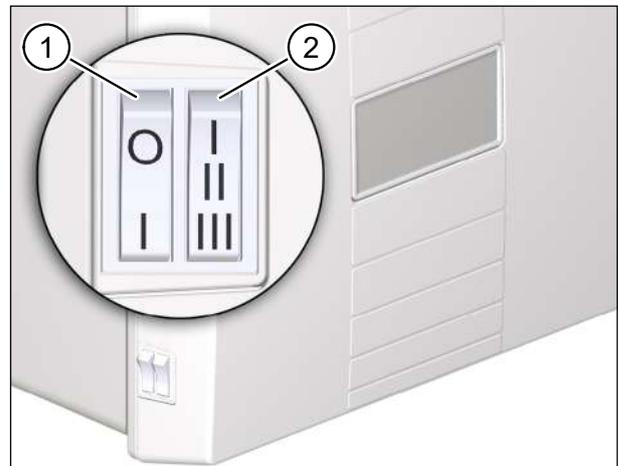
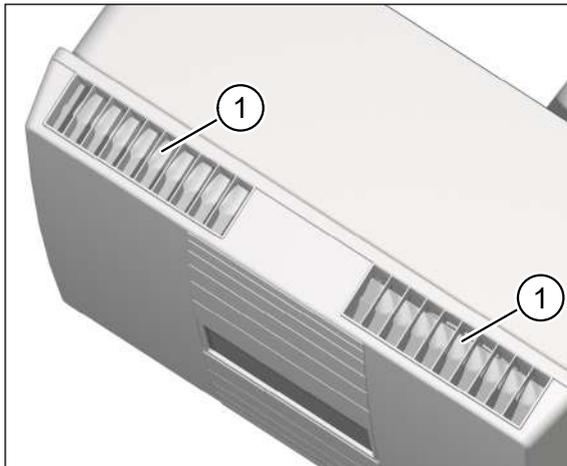
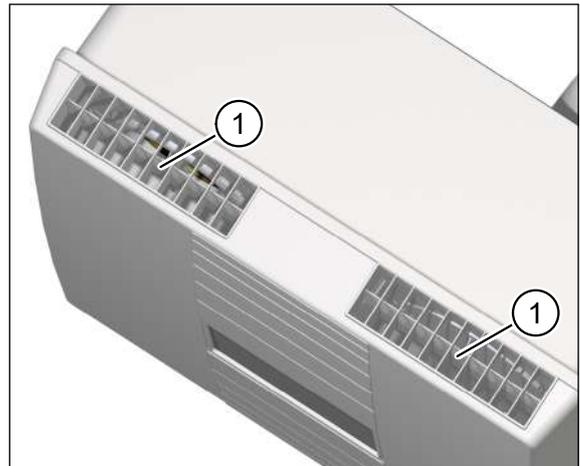

Abb. 10: Bedienungselemente am Lüftungsgerät
Abb. 11: Luftklappen geschlossen
Abb. 12: Luftklappen geöffnet
- ▶ Überprüfen Sie, dass die Öffnungen für Abluft und Zuluft (siehe Abb. 11 und Abb. 12) frei sind.
- ▶ Schalten Sie das Lüftungsgerät am Netzschalter (Pos. 1 in Abb. 10 auf Seite 20) ein.
- ▶ Überprüfen Sie die Stellung der Luftklappen (siehe Abb. 11 und Abb. 12) an der Abluft- und Zuluftöffnung.
- Ist das Lüftungsgerät ausgeschaltet oder stromlos, sind beide Luftklappen geschlossen (siehe Pos. 1 in Abb. 11).
- Beim Einschalten öffnen sich beide Luftklappen (siehe Pos. 1 in Abb. 12).
Mit dem Stufenschalter (Pos. 2 in Abb. 10 auf Seite 20) lassen sich vier verschiedene Lüftungsstufen/-programme (siehe Kapitel 10 auf Seite 23) einstellen, wobei die maximale Lüftungsstufe über eine Schaltfolge aktivierbar und zeitlich begrenzt ist.
Das Lüftungsgerät läuft auf maximaler Lüftungsstufe (97 m³/h). Nach ca. 15 min oder durch erneutes Ausführen der Schaltfolge I-II-I am Stufenschalter (Pos. 2 in Abb. 10 auf Seite 20) wird die Intensivlüftung beendet und das zuvor eingestellte Lüftungsprogramm wieder aufgenommen.
- ▶ Schalten Sie das Lüftungsgerät für den Luftfilterwechsel immer am Netzschalter (Pos. 1 in Abb. 10 auf Seite 20) aus. Bei Lüftungsgeräten mit Option M-WRG-II O/NOF muss das Gerät mit Hilfe des bauseitigen Leitungsschutzschalters stromlos geschaltet werden. Anderenfalls verhindern die geöffneten Luftklappen (siehe Abb. 12 auf Seite 21) das Entfernen und Einsetzen der Filterpatronen.